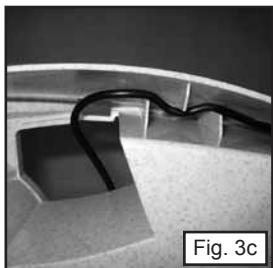
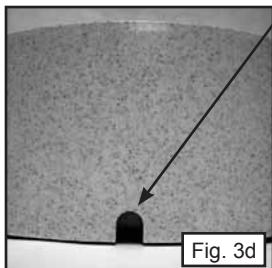

Fig. 3c
Fig. 3d
- 2) Trä kontakten genom öppningen bredvid pumpen. Under bågen kan du stoppa in sladden i "sladdhållarna" (Fig. 3c). Dra sedan sladden längs fontänens baksida till "sladdpassagen". (Fig. 3d) Använd denna passage för att dölja sladden.